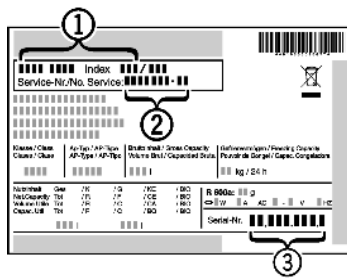

Fig. 4
- ▶ Relever la désignation de l'appareil Fig. 4 (1), le n° de service Fig. 4 (2) et le n° de série Fig. 4 (3) sur la plaquette signalétique. Cette plaquette se trouve sur la paroi intérieure gauche de l'appareil.
- ▶ Informer le S.A.V. et lui communiquer la panne, la désignation de l'appareil Fig. 4 (1), le n° de service Fig. 4 (2) et le n° de série Fig. 4 (3).